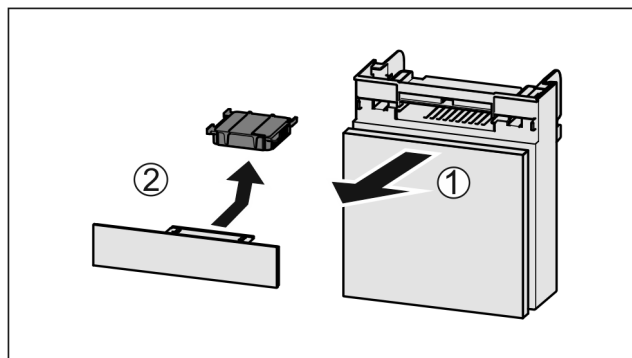

Fig. 143
- Predal izvlecite Fig. 143 (1) naprej.
- Odstranite Fig. 143 (2) aktivni ogljeni filter.